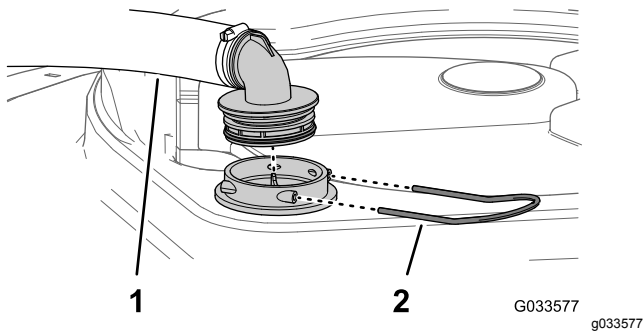

Bild 13
2. Nehmen Sie oben am Sprühbehälter den Halter ab, mit dem das Schlauchanschlussstück befestigt ist, das am dicken Schlauch und dem Filtergehäuse angeschlossen ist (**Bild 13**).
3. Nehmen Sie den Schlauch und das Schlauchanschlussstück vom Filtergehäuse ab (**Bild 13**).